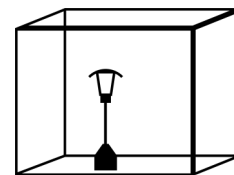

Fig. 2
- 2) In einem gut belüfteten Raum ist mindestens 25% der umliegenden Seiten geöffnet. (Fig. 2)